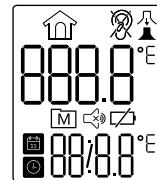

Bild 2
- Das Gerät führt nun einen internen Selbsttest durch, alle Displaysegmente werden angezeigt (Bild 2).